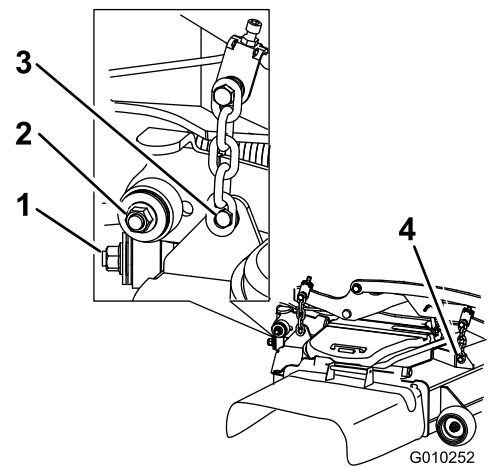

Figure 114
7. Enlevez et mettez de côté les fixations des deux côtés du tablier, comme montré à la Figure 114.